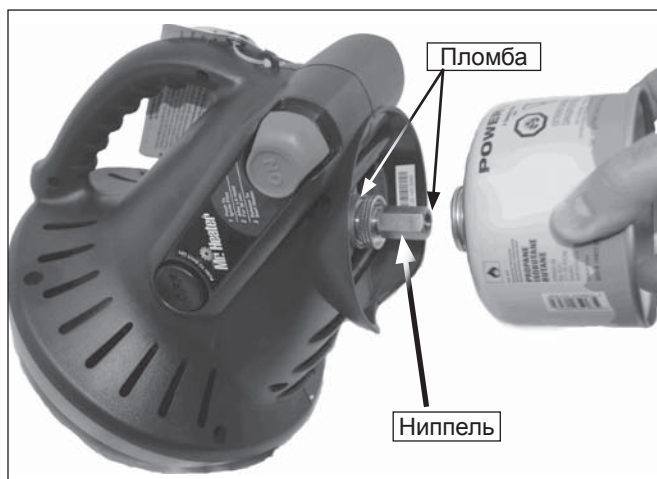

Рисунок 2
- Перед подсоединением газового баллона убедитесь, что пломбы имеются в наличии и не повреждены. Не пользуйтесь прибором с поврежденными или нечеткими пломбами, а также при обнаружении утечки, повреждений или неполадок в работе. См. рисунок 2
- В случае использования бутан-пропановой смеси (G30+G31): Введите медный переходник по часовой стрелке в регулятор переносного обогревателя (снизу) до отказа. См. рисунок 1. При данном способе соединения не рекомендуется использовать резьбовой герметик. Введите баллон с бутан-пропановой смесью (G30+G31) в переходник (по часовой стрелке). Поворот ниппеля переходника указывает на успешное присоединение баллона. После этого установите баллон на стойку. См. рисунок 2.
- Нажмите кнопку ON (ВКЛ) и удерживайте в течение 30 секунд, чтобы зажечь контрольную горелку. Продолжайте удерживать кнопку в положении ON (ВКЛ) в течение еще 30-60 секунд (повторите, если зажигания не произошло). См. рисунок 2.